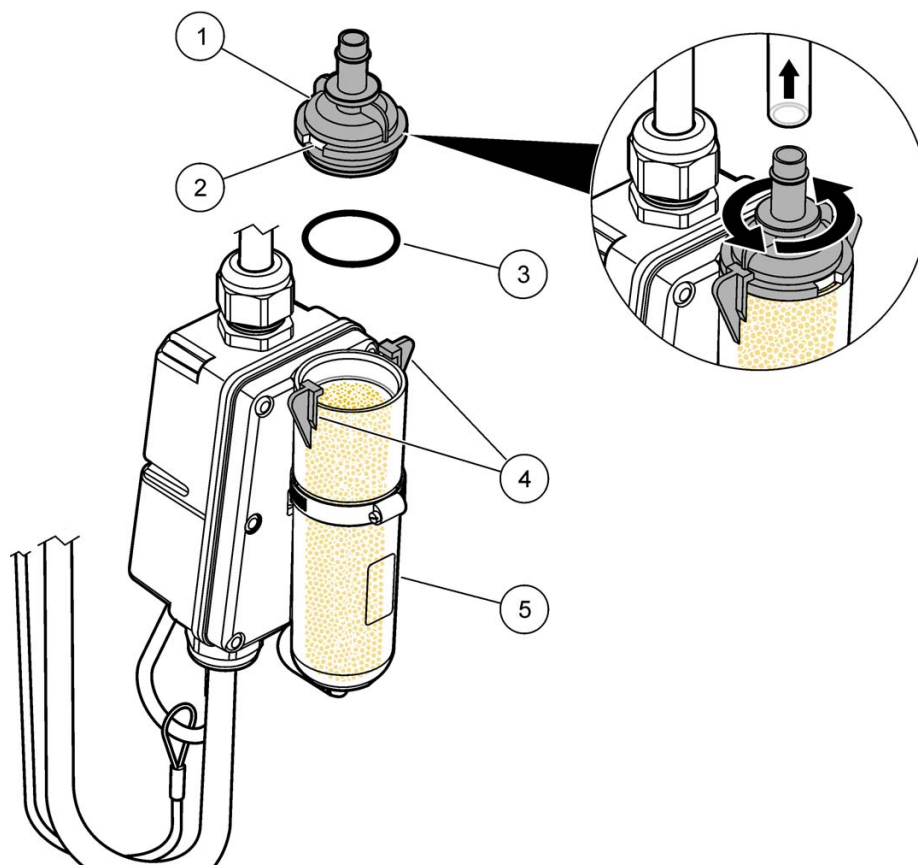

Figura 18 Extracción del tapón terminal inferior
1. Realice un leve movimiento de giro para alinear las ranuras del tapón terminal inferior con los clips de sujeción (Figura 18 en la página 32).
Para obtener el mejor rendimiento y evitar que se acumule grasa en filtro en situaciones de sumersión o sobrecarga, cuelgue el contenedor en vertical de forma que el tapón terminal apunte hacia abajo (Figura 18).